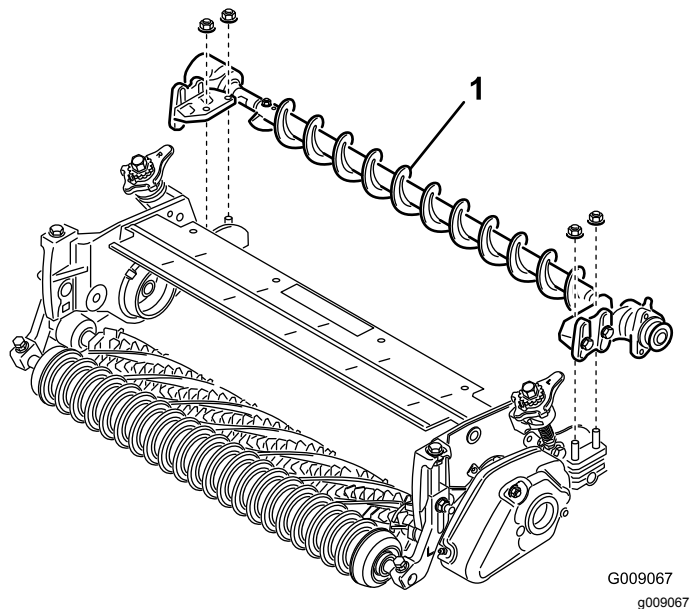

Figura 24
10. Coloque os suportes de montagem da estrutura da escova do rolo nos parafusos de suporte do rolo (Figura 24). Prenda os suportes de montagem na estrutura da escova às placas laterais da unidade de corte com as porcas previamente removidas.